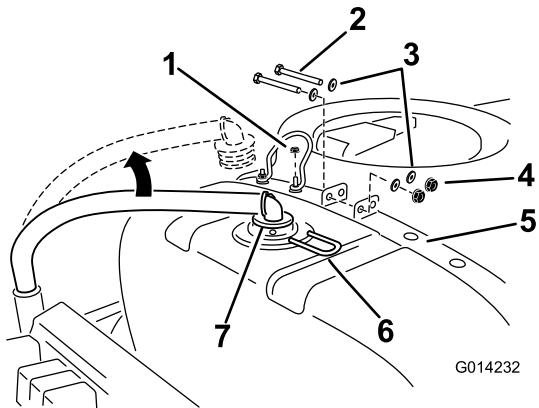

Figura 7
- Desconecte la manguera de suministro en la parte trasera y superior del depósito principal (Figura 7).